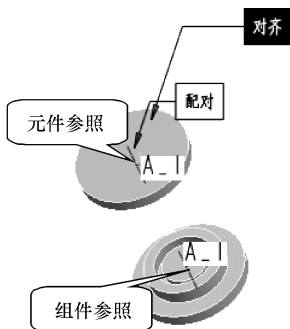
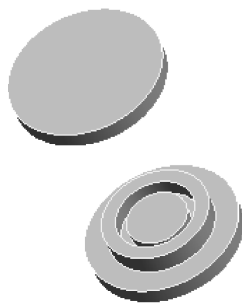

图9-20 轴对齐
图9-21 完成装配
(9) 按钮操控板中的【放置】按钮，弹出【放置】下滑面板，在【集】列表中单击【新建约束】，在图形区分别选取两根轴作为参照，约束类型自动定义为【对齐】，如图9-20所示，在图形区单击鼠标中键完成装配，如图9-21所示。